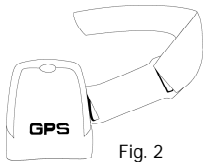

Fig. 2
- Se la fascia da braccio non è attaccata, far scivolare l'attacco in plastica con la fascia elastica nella fessura del Sensore V+D, come mostrato (Fig. 2).